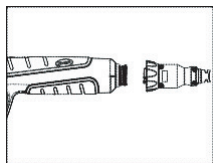

Imagen 1
- 1.- Conectar la tijera al cable de alimentación (imagen 1)